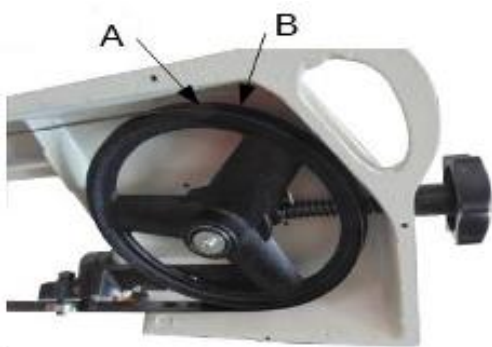

Рис. 7
1. Поместить рычаг пилы в максимально открытую позицию и открыть крышку колеса (А). Смотрите рис. 7.
на рис. 7) почти касается кромки фланца колеса (В). Задняя часть полотна не должна тереться о фланец.